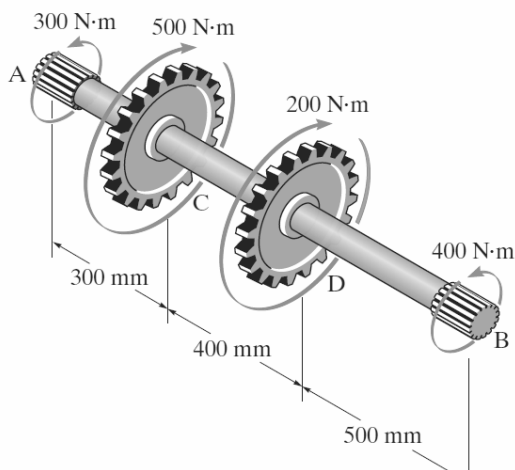

Figura 3.3
3.1.6 Um veio maciço de 30mm de diâmetro da Figura 3.3 é utilizado para transmitir um binário a duas rodas dentadas. Determinar a tensão de corte máxima no veio e o ângulo de rotação entre as secções A e B. Dados $G=80\text{GPa}$.